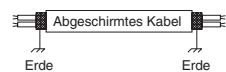

Abb. 4-4
- Als Einheiten-Steuerverbindungskabel (c) müssen abgeschirmte Kabel verwendet werden, wobei die Abschirmung auf beiden Seiten geerdet werden muss, da andernfalls Funktionsstörungen durch Störsignale auftreten können. (Abb. 4-4)